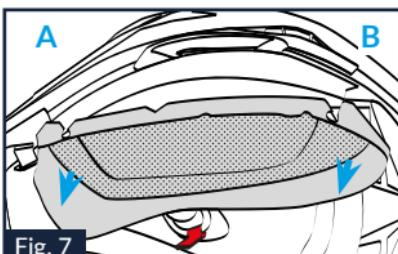

Fig. 7
5.5. Tirare le staffe "A" e "B" del cuscinetto del guanciale sinistro verso l'alto per sganciarle dai corrispondenti innesti presenti tra calotta esterna e guanciale in polistirolo (Fig.7).
12.2. Posizionare il guanciale sinistro dentro il casco ed infilare la staffa posteriore "B" nel corrispondente innesto presente tra calotta esterna e guanciale in poli-stirolo premendo poi fino a farla agganciare (Fig. 7).
12.7. Infilare la staffa anteriore "A" nel corrispondente innesto presente tra calotta esterna e guanciale in polistirolo premendo poi fino a farla agganciare (Fig. 7). Posizionare infine il nastro rosso anteriore contro la superficie interna della mentoniera.